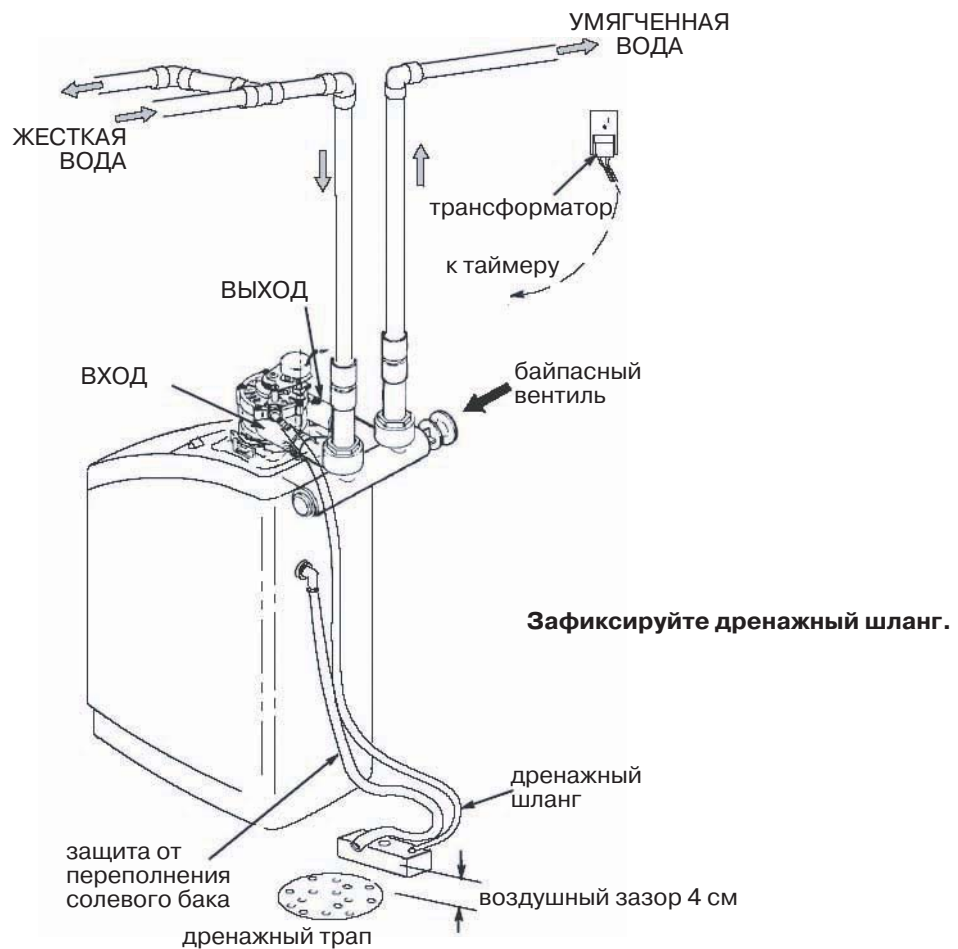

Рис. 3. Типовая схема установки
- При помощи ведра или шланга налейте 8 л воды в солевой бак. Не заливайте воду в солевую шахту (**рис. 3**).